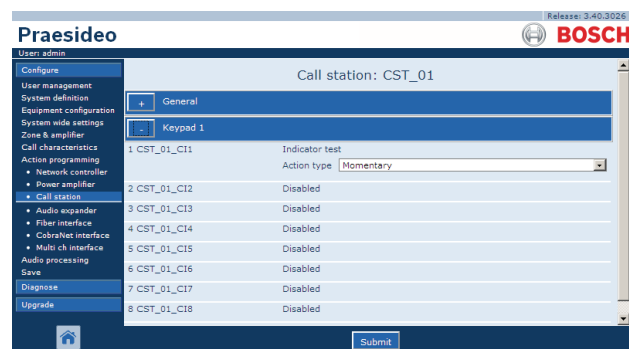

figura 48.32: Tecla Indicator test
- 1 Si se hace una llamada a al menos una de las zonas o grupos de zonas configurados con una prioridad mayor o igual a la prioridad configurada, la segunda salida para este indicador de tecla (normalmente un LED amarillo) se activa en un módulo de teclado de estación de llamada PRS-CSKPM. Si se utiliza para indicar una llamada de emergencia en estas zonas o grupos de zonas, un LED rojo debe conectarse a esta salida. Preferiblemente se utiliza un indicador exclusivo por zona de emergencia. El color rojo para este fin está definido en la mayoría de las normas de sistemas acústicos de emergencia, p. ej. EN54-16. Si la prioridad definida se establece en 224, se ilumina el indicador *Zone status* si se realiza una llamada de emergencia (con prioridad igual o superior a 224) en dicha zona o grupo de zonas. Consulte figura 48.32 donde encontrará una descripción general de la página *Action programming* para una tecla *Zone status*.